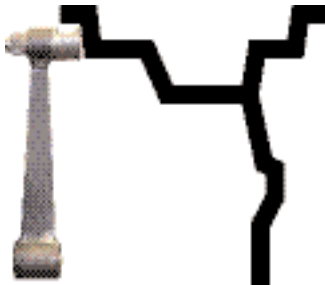

Рис. 10.1
10.2. Данная модель СБ снабжена устройством, позволяющим автоматически вводить диаметр " $d$ " колеса и дистанцию " $A$ ". Для этого необходимо, взяв за рукоятку, вытянуть из корпуса СБ штангу ввода параметров, подвести палец на конце рукоятки к месту установки корректирующих грузов на внутренней стороне обода (см. рис. 10.1) и удерживать штангу в этом положении до появления звукового сигнала, после чего вернуть штангу
**Примечание.** На маркировке диска указывается диаметр по посадке резины. А с помощью выдвижной штанги вводится диаметр места установки груза, например, на рис. 10.1 вводится диаметр места установки груза на пружинке, который больше диаметра по посадке резины примерно на 1 дюйм. Поэтому диаметр, введенный выдвижной штангой будет отличаться от диаметра на маркировке диска и шины.